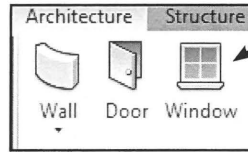

Fig. 08.128.
- Klik *Architecture* - *Window* (Fig. 08.128).